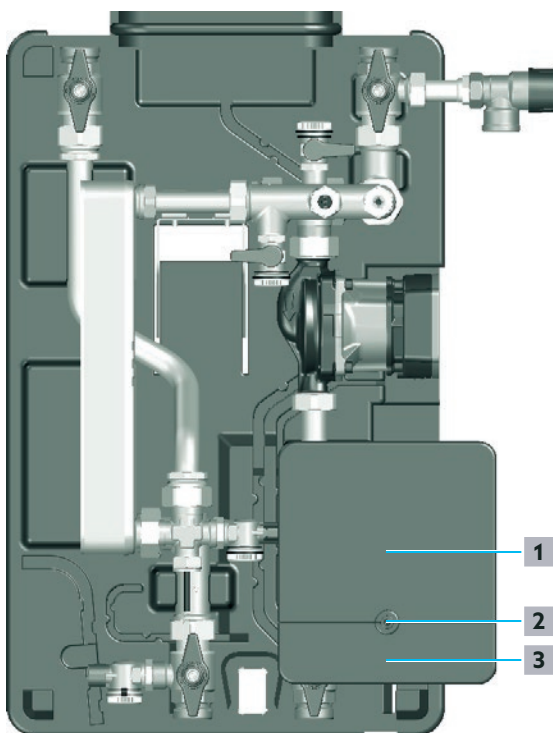

Abb. 31: Regler öffnen
- 4** Lösen Sie die Schraube (siehe Position **2** in Abb. 31 auf Seite 45) und legen Sie diese beiseite.
- 5** Schieben Sie die Abdeckung-Anschlusspanel (siehe Position **1** in Abb. 31 auf Seite 45) über die Rastnasen hinaus nach oben.